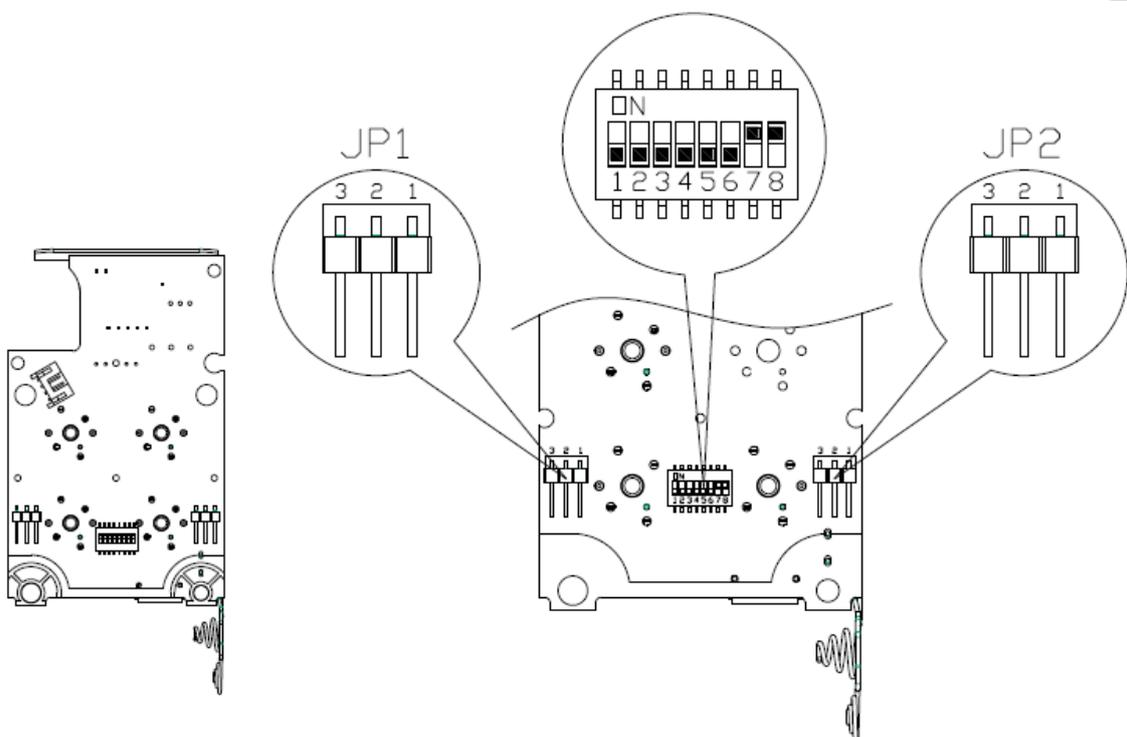

FIGURA 33 - DIP-SWITCH E JUMPERS
- A chave para cima é equivalente a 1 e para baixo 0. Na Figura 33 as chaves seguem a sequência 00000011;